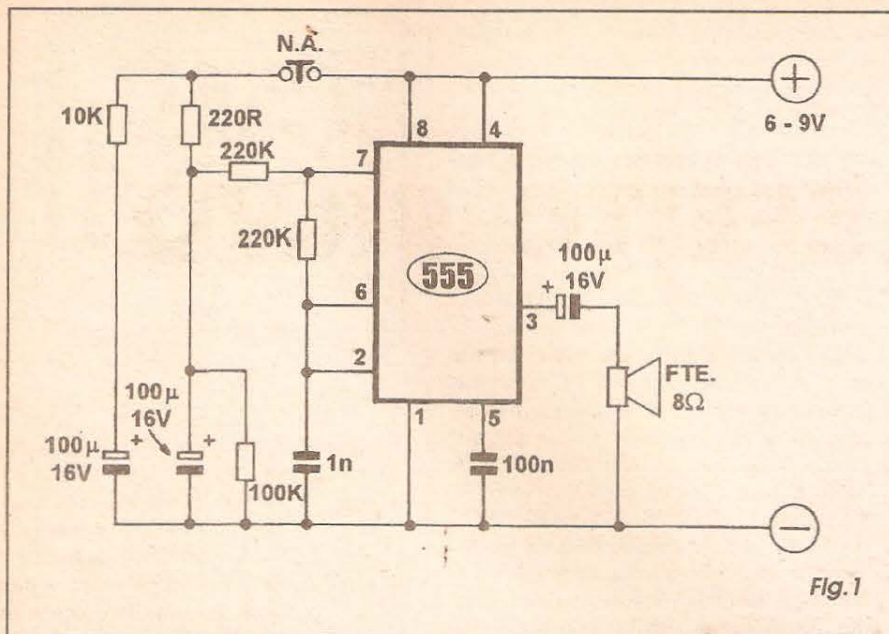

Fig. 1
- FIG. 1 - DIAGRAMA ESQUEMÁTICO DO CIRCUITO - No núcleo do circuito, um integrado 555 (cuja versatilidade é simplesmente *assustadora*, ainda que bem conhecida dos verdadeiros hobbystas...) arranjado em *ASTÁVEL* (oscilador), destinado a funcionar em conjunto de frequências dentro da faixa de áudio, que são entregues para reprodução direta por um pequeno alto-falante de 8 ohms, sob a interveniência única de um capacitor eletrolítico de 100u (evita que ocorra um fluxo de C.C. entre o pino de saída - 3